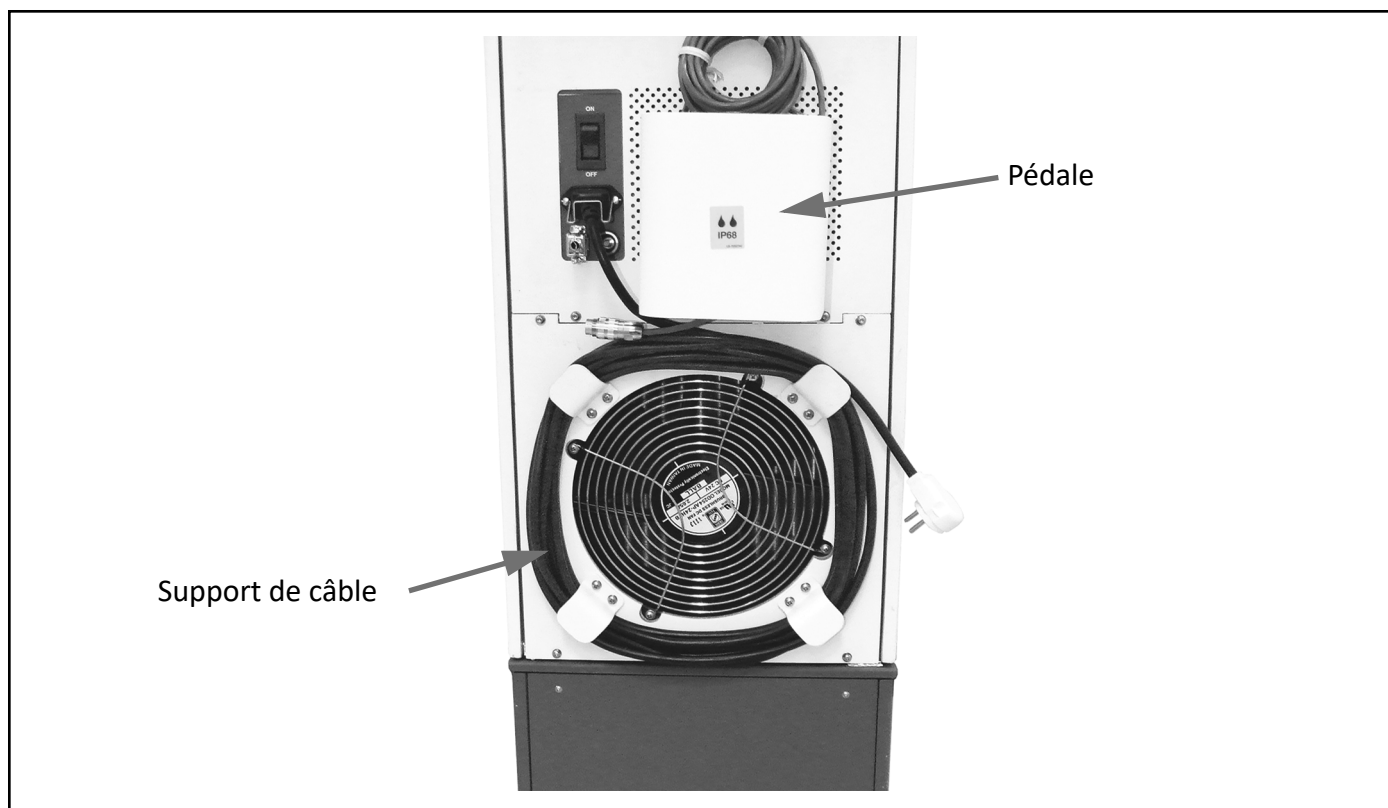

Figure 18 : Support de câble de la console laser et supports de rangement du commutateur à pédale
5. Retirez la fiche d'alimentation secteur de la prise murale et enroulez le câble d'alimentation autour du support de câbles (voir figure 18).
6. Retirez le connecteur de la pédale du système laser et accrochez-la aux supports de rangement pour pédale (voir figure 18).